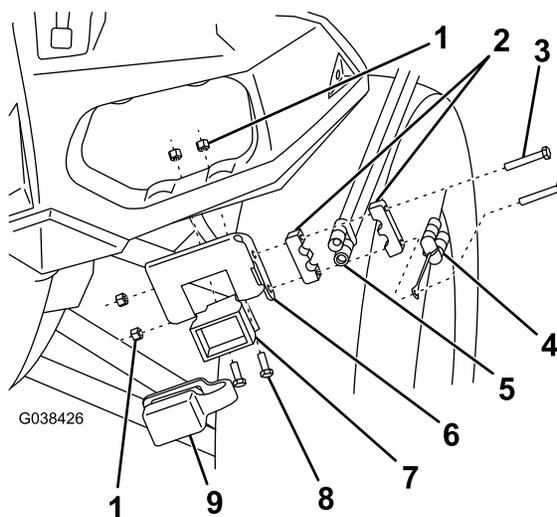

Bild 8
2. Befestigen Sie fahrzeugseitigen Kabelbaumanschluss des Schneeschilds mittels der Befestigungshalterung für den Steuerkabelbaum und zwei Kopfschrauben und Sicherungsmuttern an linken Seite der Stoßstange (Bild 8).
3. Befestigen Sie den Strom- bzw. Erdungsanschluss an der Befestigungshalterung des Steuerkabelbaums (Bild 8).